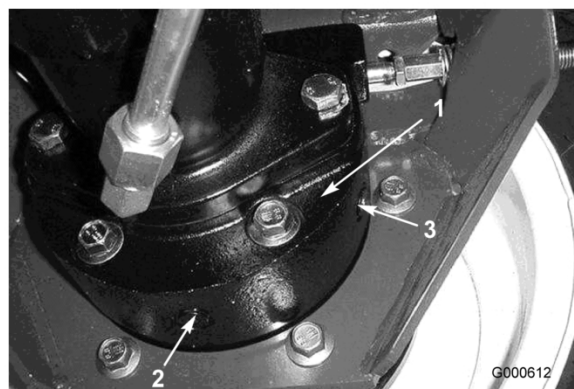

Figure 43
3. Placez un autre bac de vidange sous le carter de frein de l'autre côté de la roue (Figure 43).